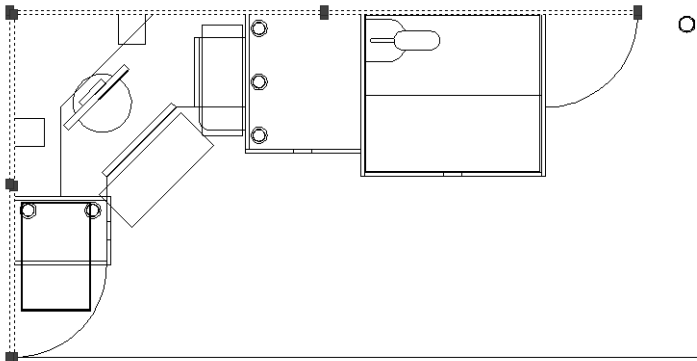

Рис. 6.13 ▼ Выделены две горизонтальные и две вертикальные линии
2. Проведите аналогичную операцию с двумя вертикальными линиями контура левой боковой стенки. Все четыре линии будут выделены, о чем можно будет судить о наличии маркеров выделения (рис. 6.13).